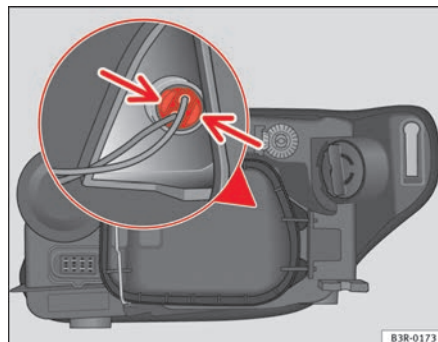

Fig. 207 Luz de presença (lado exterior do veículo)
- Pressione ligeiramente as patilhas do porta-lâmpadas ⇒ **fig. 207** e puxe para a tampa (também se pode extrair puxando pelos cabos do porta-lâmpadas).